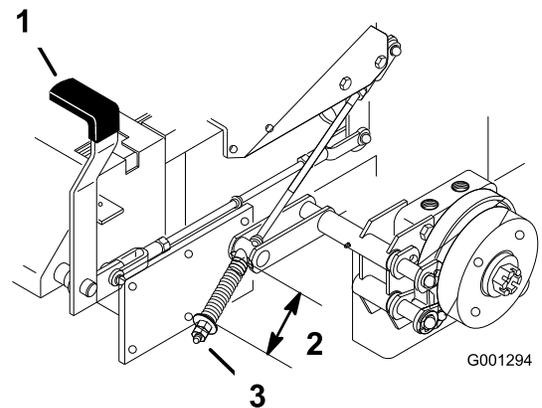

Figura 64
2. Misurate la lunghezza della molla. La misura tra le rondelle deve essere di 64 mm (Figura 64).
3. Nel caso in cui occorra effettuare una regolazione, rilasciate il freno di stazionamento, allentate il controdado sotto la molla e serrate il dado immediatamente sottostante la molla (Figura 64). Girate il dado fino ad ottenere la misura esatta. Girate il dado in senso orario per accorciare la molla, o in senso antiorario per allungarla.